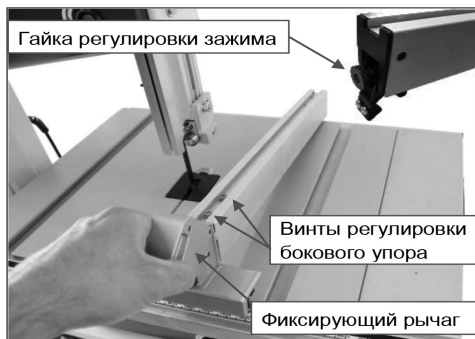

Рис. 29
- Усилие зажима бокового упора можно регулировать с помощью задней гайки с накаткой (рис. 29).
- - Если параллельный упор расположен не параллельно прорези в столе, отрегулируйте его положение с помощью регулировочных винтов (рис. 29).